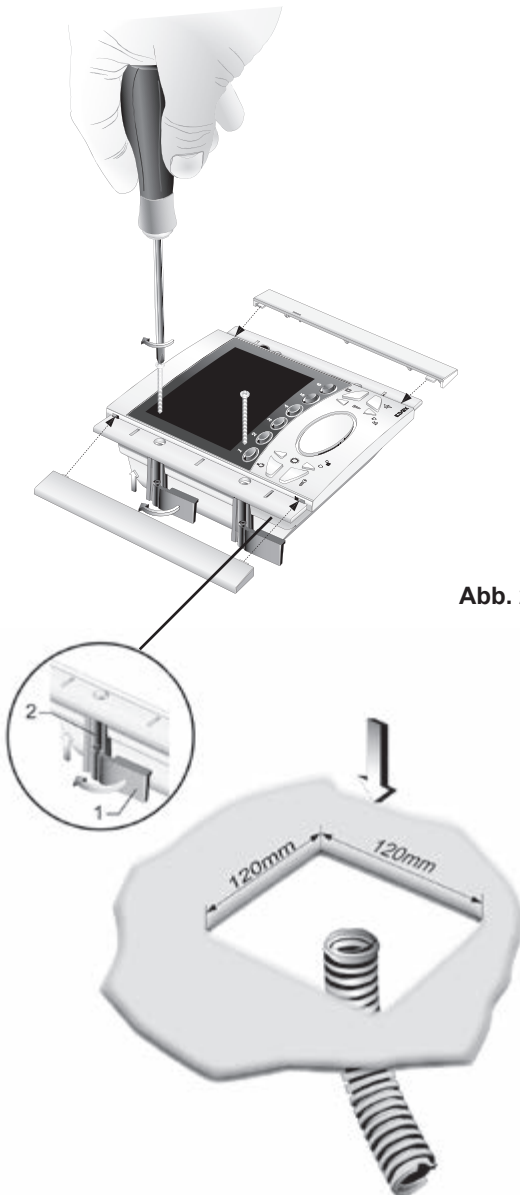

Abb. 2A
- Die Halterungen wie in der Abbildung ersichtlich am Videohaustelefon befestigen und parallel zur Gehäuseseite ausrichten (part. 1, Abb. 2A).
- Die Befestigungsschrauben anziehen, sodass die Halterungen näher zur Wand wandern. Durch Anschrauben müssen die Halterungen rechtwinklig zum Monitor angeordnet sein (part. 1, Abb. 2A).